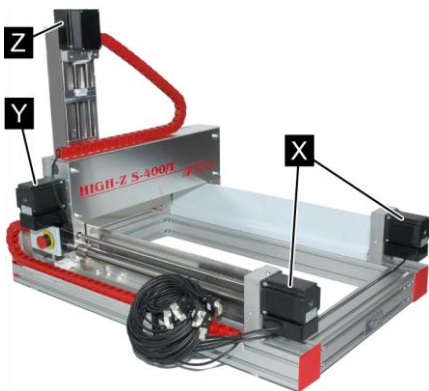

Abb. 20: Schrittmotoren der Achsen
- Schrittmotoren X-Achse (Abb. 20/X1 und X2) an Anschlüsse X1 und X2 der Schrittmotorsteuerung
- Schrittmotor Y-Achse (Abb. 20/Y) an Anschluss Y der Schrittmotorsteuerung
- Schrittmotor Z-Achse (Abb. 20/Z) an Anschluss Z der Schrittmotorsteuerung
*Die Anschlüsse der Schrittmotoren der X-Achse X1 und X2 (Abb. 20) können mit den Anschlüssen X1 und X2 der Schrittmotorsteuerung vertauscht werden.*